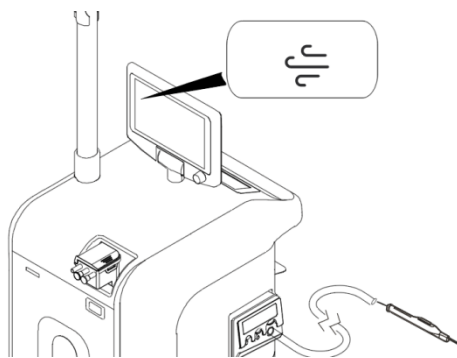

Abb. 31 Entfernen von Rauchabsaugungskomponenten
6. Halten Sie den Einweg-Sammelrohr in horizontaler Ausrichtung und entsorgen Sie den gebrauchten Einweg-Sammelrohr und die daran befestigten Saugschläuche ordnungsgemäß (Abb. 31).